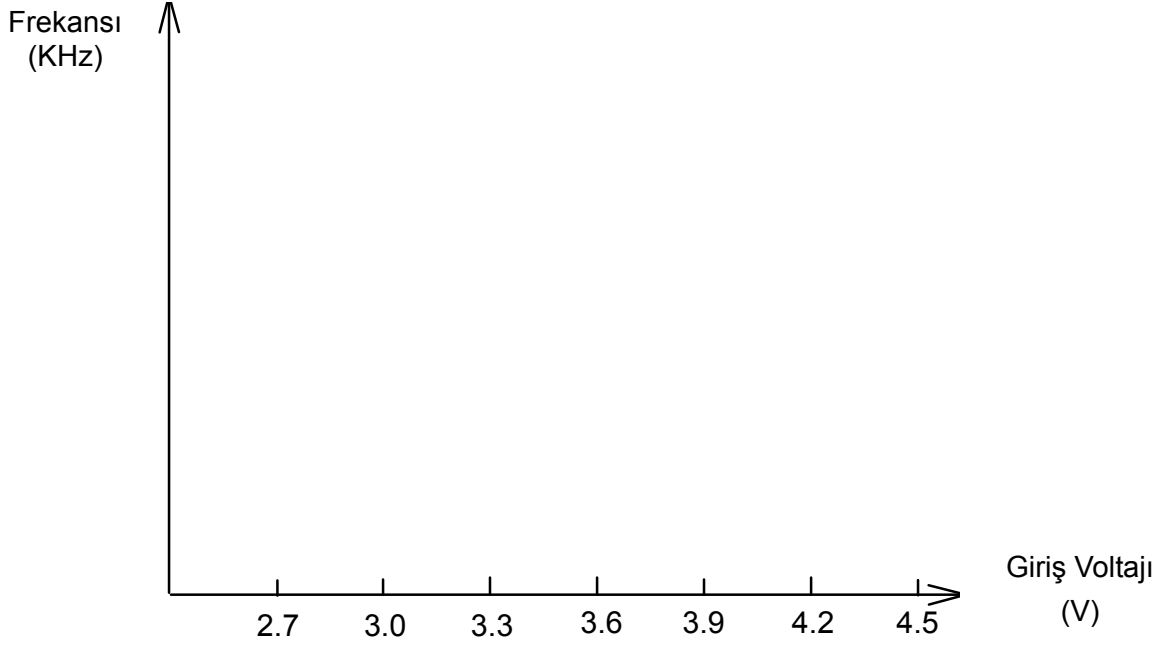

Fig.7-7
- 4. Tablo 7-3'deki sonuçları kullanarak, Fig. 7-7'de gerilim-frekans eğrisini çizin.